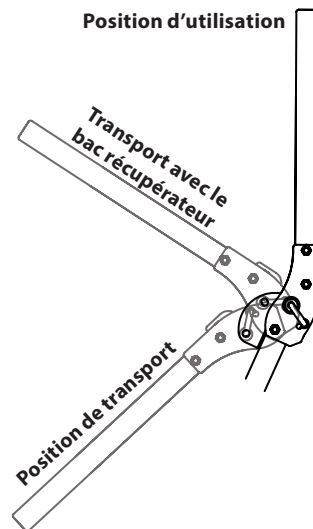

Figure 3-2
La Figure 3-2 illustre les trois positions de la structure de protection décrites ci-dessous.
2. Placez la structure de protection à la position désirée, soit : la position de transport (a), la position de transport avec bac récupérateur (b) et celle d'utilisation (c). Voir Figure 3-2.